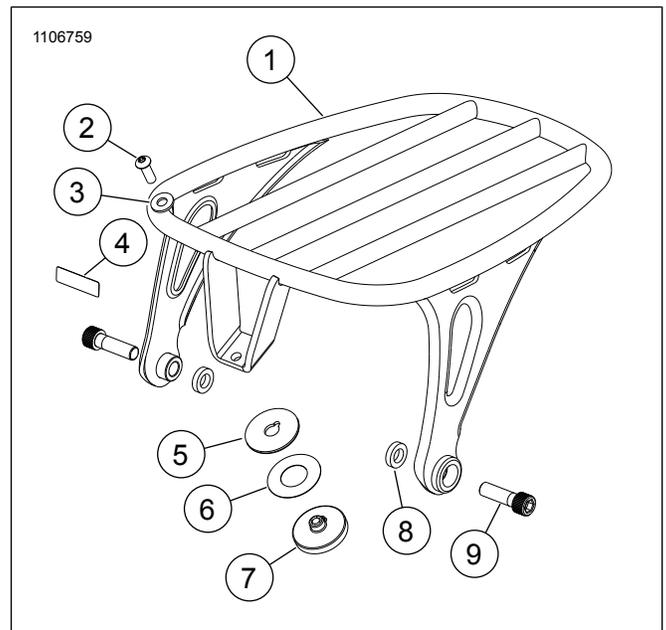
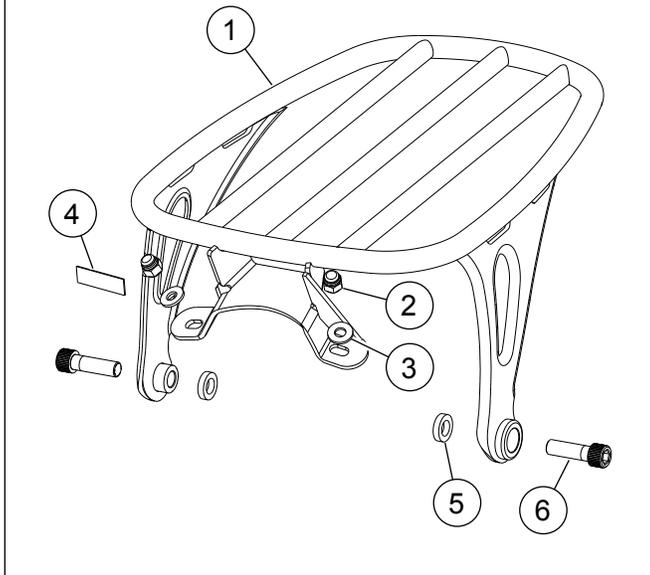

Figura 7. Kit 50300120
Figura 8. Kit 50300154/156
Vea Figura 7, Figura 8 y Consulte la Tabla 1.
- Vea Figura 7. Instale el espaciador de acoplamiento (8) entre el guardabarros y el soporte del guardabarros, y asegúrelo con el tornillo de casquete con cabeza de casquillo.
12. Vea Figura 7. Apriete el tornillo (2).
- g. Vea Figura 8. Instale el espaciador de acoplamiento (5) entre el guardabarros y el soporte del guardabarros, y asegúrelo con el tornillo de casquete con cabeza de casquillo.
4. Apriete las tuercas (2).